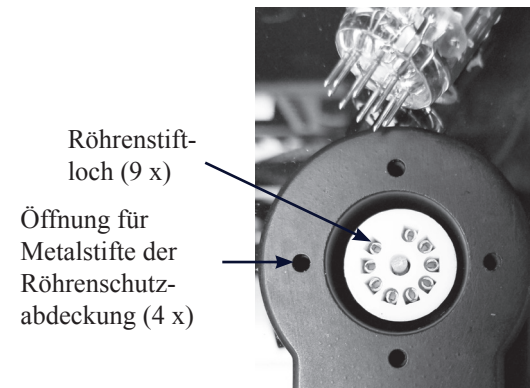

Abbildung 2 - Röhrensockel
- Richten Sie die Stifte an der Unterseite der Röhre vorsichtig auf die 9 Stiftlöcher des Röhrensockels aus (siehe Abbildung 2).
- Richten Sie die vier Drahtenden der Vakuumröhren-Schutzabdeckung auf die vier Löcher im Röhrensockel aus (siehe Abbildung 2).